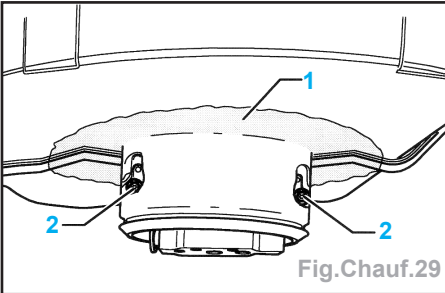

Fig.Chauf.29
Nota : faire partir le reste de mousse et de colle (1) avec de l'acétone (Fig.Chauf.29).